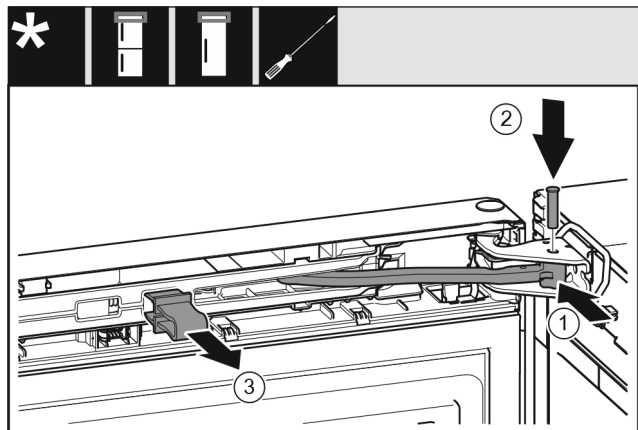

Fig. 72
- Forgassa a csapágybakba a csuklót Fig. 72 (1).
- Helyezze be a csapszeget Fig. 72 (2) a csapágybakba és a csuklóba. Közben figyeljen arra, hogy a reteszelő bütyök megfelelően illeszkedjen a horonyba.
- Vegye le a biztosítékot Fig. 72 (3).